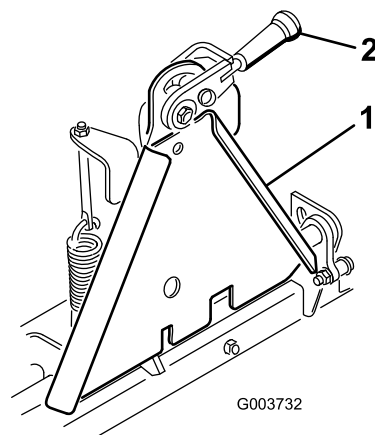

Figura 1
Nota: Assicuratevi che la leva di bloccaggio (Figura 1) sia ruotata a sinistra (posizione di sblocco) guardando dalla parte anteriore della macchina.
5. Girate la leva di bloccaggio verso destra per bloccare insieme gli adattatori (Figura 1).